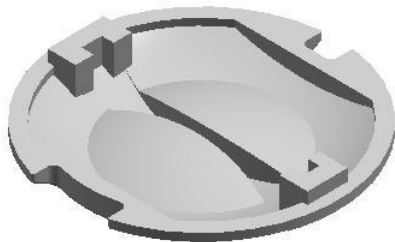

图5-95
23. 选择前两步绘制的草图轮廓，在【成形特征】工具条中单击【拉伸】按钮，弹出【拉伸】对话框。在【选择步骤】栏中选择【求和】选项，然后选择求和的目标体，并在【结束】下拉列表中选择【直至下一个】选项，最后单击 **确定** 按钮创建拉伸特征，结果如图 5-95 所示。